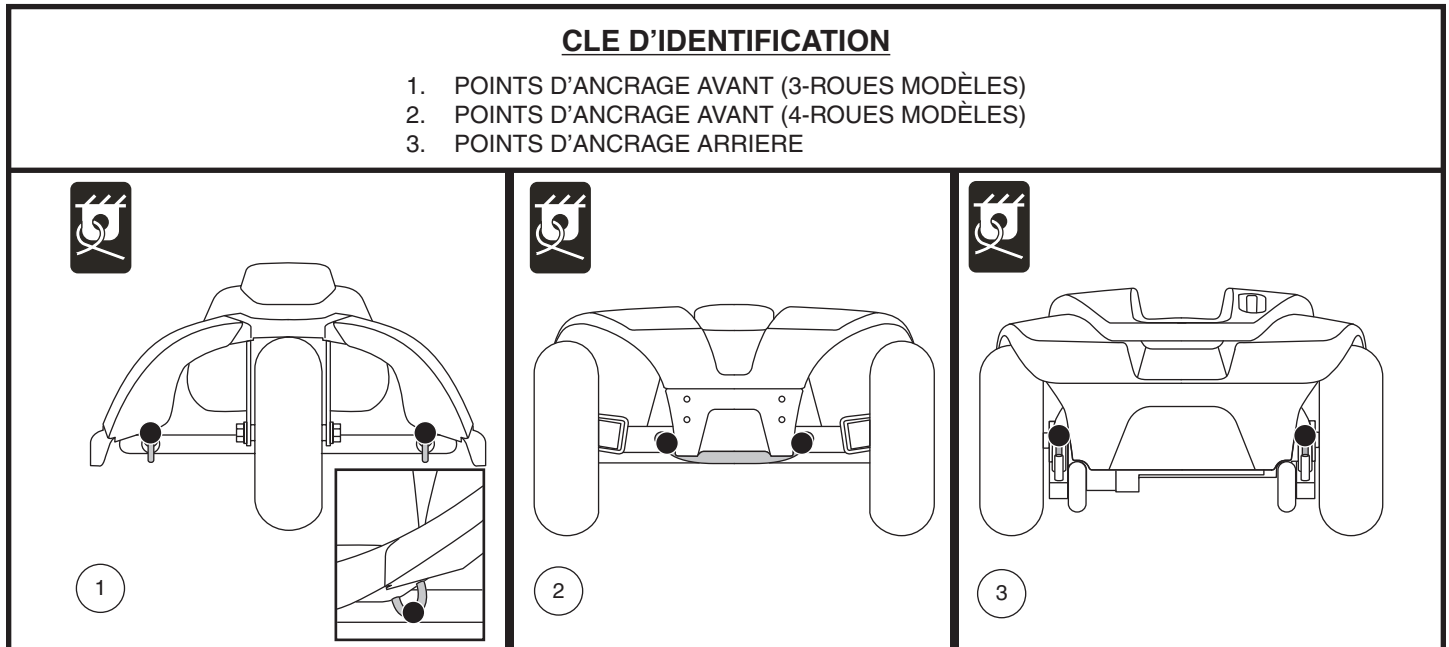

Figure 9. Points d'ancrage (identifié avec des points noirs)
Le scooter doit toujours être ancrés face à l'avant du véhicule. Fixez les quatre (4) courroies aux points d'ancrage désignés sur le scooter. **Voir la figure 9 et 10.** Serrez-bien les courroies pour retirer le jeu excessif. N'attachez jamais le scooter par ses composants réglables ou mobiles tels que les accoudoirs, capots ou roues. Ces articles devraient être enlevés. Positionnez les points d'ancrage arrière des courroies directement derrière le scooter. Les points d'ancrage avant sont disposés plus loin de chaque côté du scooter afin d'augmenter la stabilité latérale.